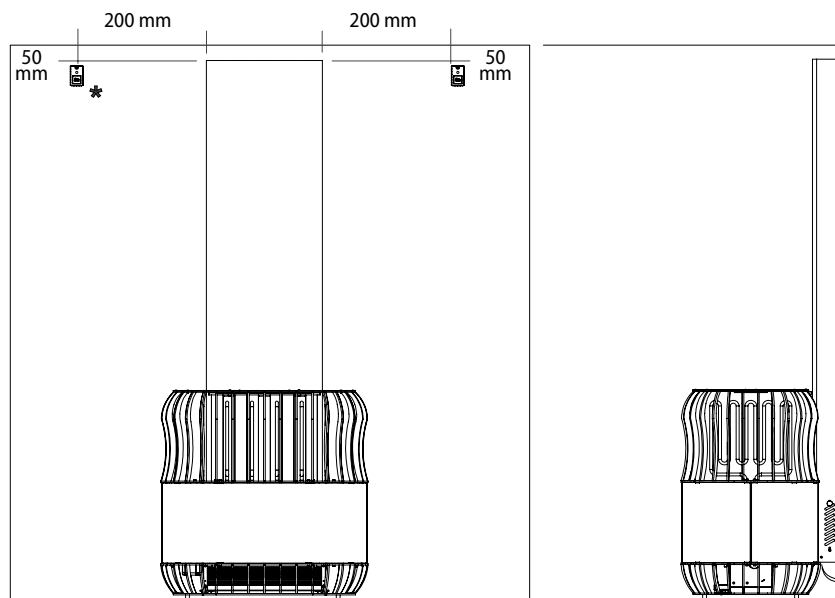

Bild 1
**Obs!** Den maximala temperaturen i höjd med styrenhetens temperatursensor (200 mm från aggregatet och 50 mm från taket) är 100 °C (bild 1).